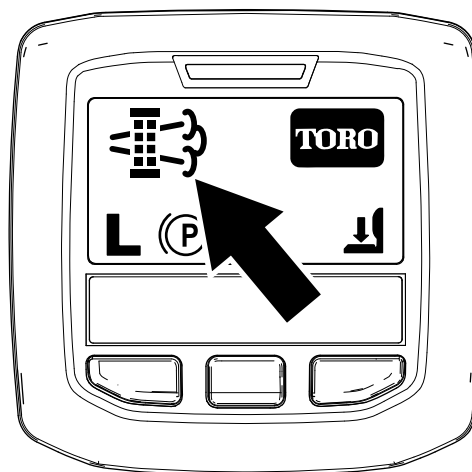

Figura 43
- Cuando el ordenador del motor solicita una regeneración con la máquina aparcada o una regeneración de recuperación, aparece el icono de solicitud de regeneración (Figura 43) en el InfoCenter.